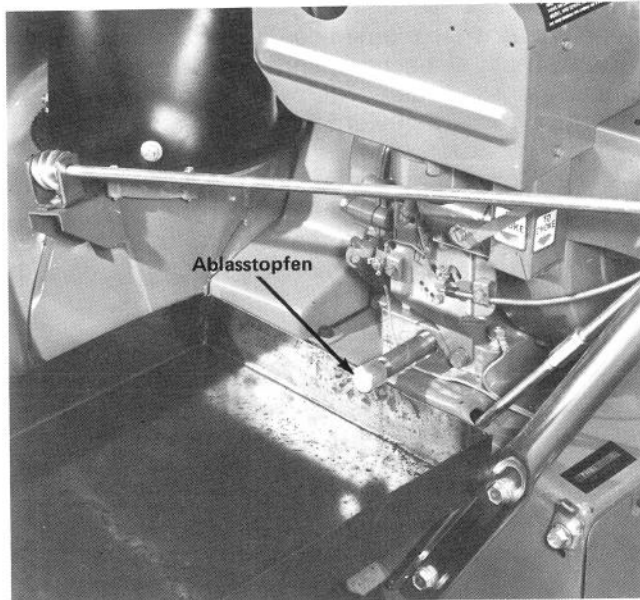

Abb. 28
3. Die Umgebung des Ablassstopfens reinigen und die Ablasswanne unter den Ablassstutzen stellen. Dann den Ablassstopfen heraus-schrauben (Abb. 28).